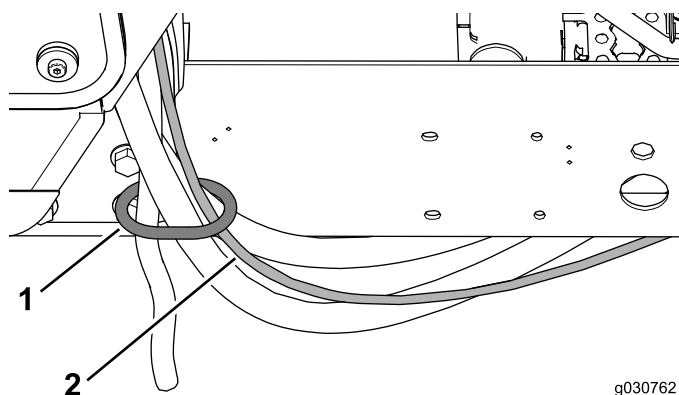

Рисунок 39
1. Проложите шланг омывателя, продев его через кольцо для шлангов на заднем креплении кабины (Рисунок 39).